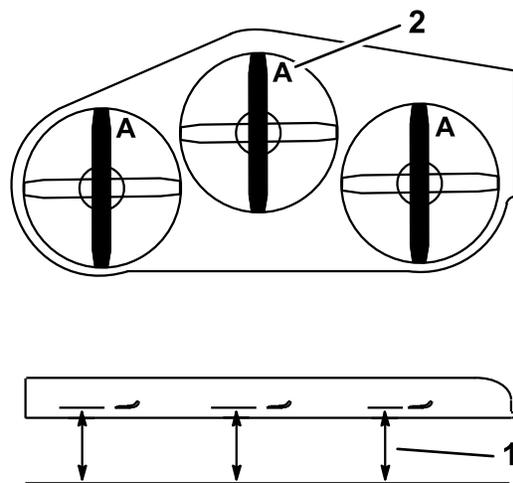

Рисунок 97
- Измерьте высоту в точке **A** и от горизонтальной поверхности до режущей кромки на конце ножа (Рисунок 97).